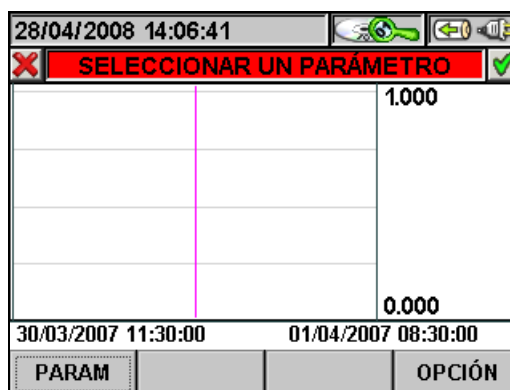

Fig. 139: Selezionare un Parametro
- La tecla **ESC** (o el icono para salir de la función y volver a la página “Seleccione un Parámetro” (Fig. 139)
4. Pulse la tecla **ESC** (o el icono ) para salir de la función y volver a la página “Seleccione un Parámetro” (Fig. 139)